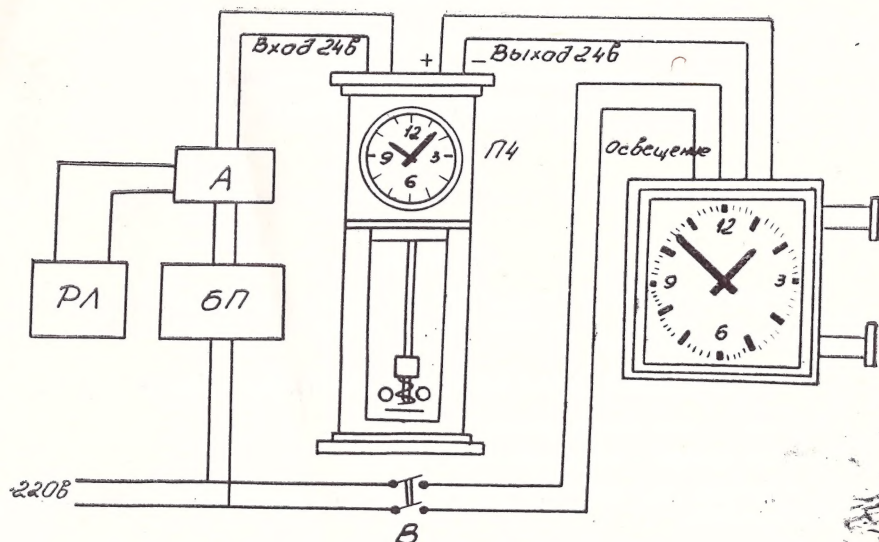

рис. 4 Схема подключения часов электрических
6.7. Подключите провода от электрочасовой сети и осветительной сети к проводам, обозначенным соответственно 24 В и 220 В (рис. 4).